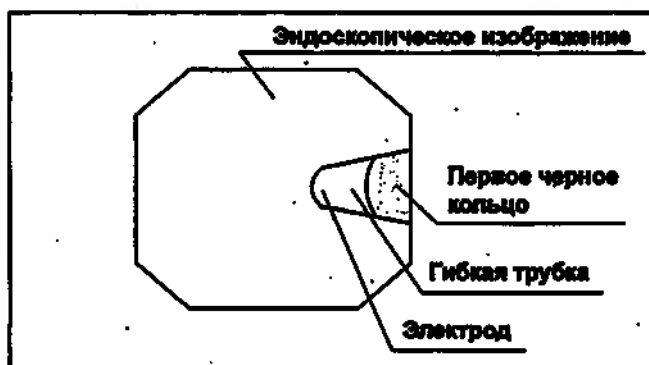

рисунок 4.9
- Убедитесь, что дистальный конец датчика аргонплазменного коагулятора находится на расстоянии более 10 мм от дистального конца эндоскопа (см. рис. 4.9). Признаком того, что датчик выдвинут на 10 мм или более, является появление на эндоскопическом изображении первого черного кольца на дистальном конце датчика аргонплазменного коагулятора. Несоблюдение этого условия приведет к неправильному облучению подвергаемого лечению участка и повреждению эндоскопа. Использование поврежденного эндоскопа может привести к травмированию пациента.